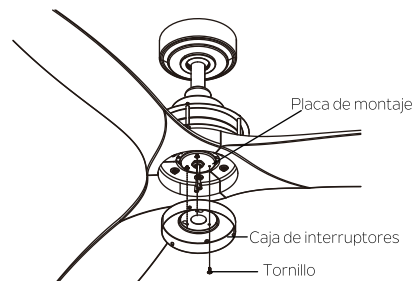

Fig. 24
Paso 4. Coloque los dos orificios ovalados en la caja de interruptores sobre los 2 tornillos instalados anteriormente sobre la placa de montaje. Haga girar la caja de interruptores hasta que se traben en su lugar en el extremo angosto de los orificios principales. Asegure ajustando los 2 tornillos instalados anteriormente y el tornillo que se aflojó en el paso 2. (Fig. 24)